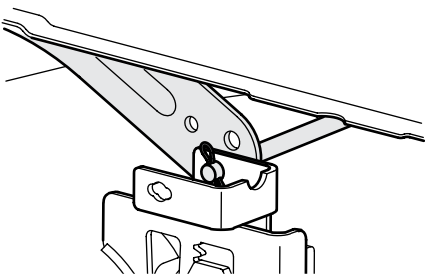

Figura 4-8
5. Olhando o deck de corte pelo lado esquerdo do trator, localize o pino-trava que prende a haste de suporte do deck na parte posterior do deck. Veja Figura 4-8. Remova o pino-trava que prende a haste de suporte do deck, e então remova cuidadosamente o suporte do deck do braço de elevar o deck.